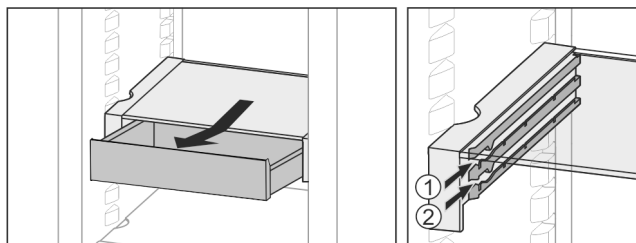

Fig. 29
- ▶ Zasuňte ju v ľubovoľnej výške *Fig. 29 (1)* alebo *Fig. 29 (2)*.